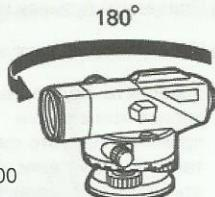

Рис. 7.1
- 2) Поверните инструмент на 180° (или 200 гон) (рис. 7.1).